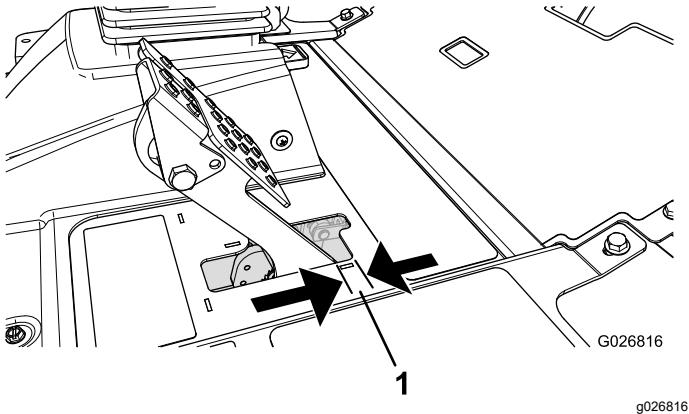

Рисунок 87
Тормоза необходимо отрегулировать, если свободный ход (Рисунок 87) педали тормоза превышает 2,5 см или требуется большее усилие нажатия для торможения. Свободный ход — это расстояние перемещения педали тормоза до ощущения тормозного сопротивления.
- Затягивая заднюю гайку, переместите тросик назад так, чтобы свободный ход педалей тормоза составил от 0,63 до 1,27 см (Рисунок 87) до момента фиксации колес.